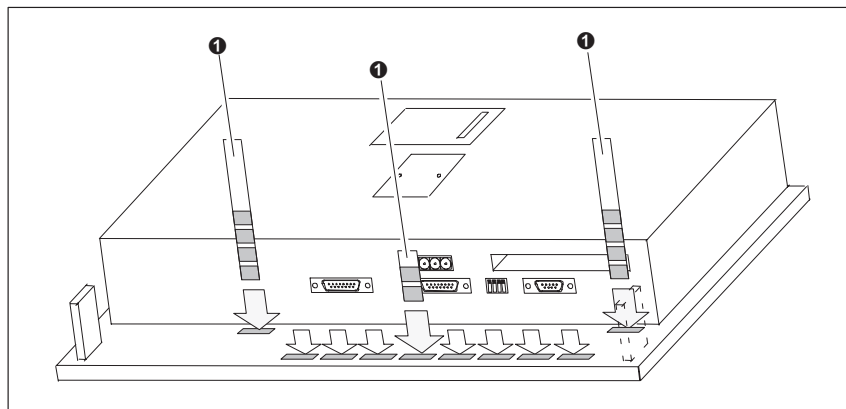

Bild 16-3 Beschriftungsstreifen einschieben
3. Schieben Sie die neuen Streifen **1** mit der Beschriftung nach unten in die Schlitz der Rückseite der Frontplatte ein (siehe Bild 16-3).